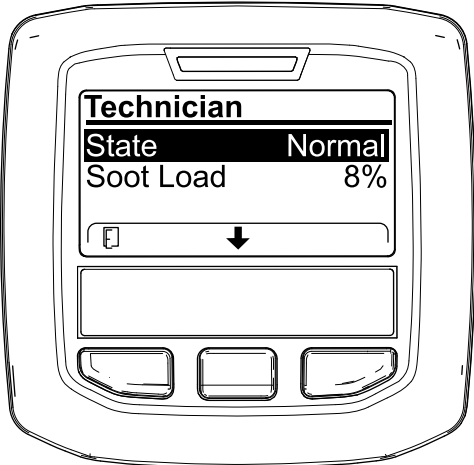

Bild 40
- Lesen Sie in der Tabelle für den Dieselpartikelfilter-Betrieb den aktuellen Zustand des Dieselpartikelfilter-Betriebs nach (Bild 40).